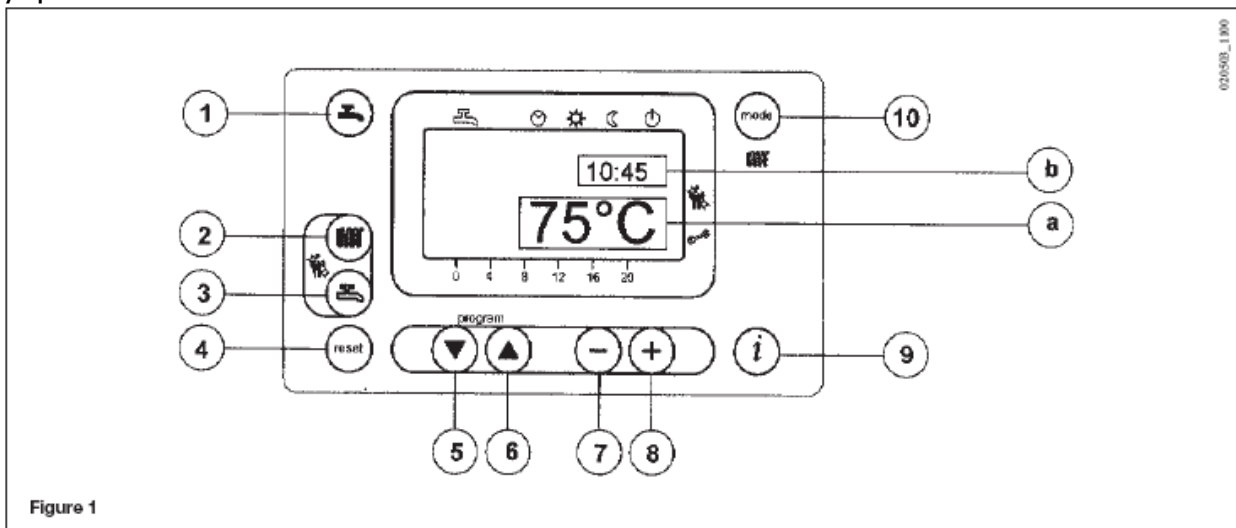

Рисунок 1
- Нажмите кнопку  (2 – рисунок 1), чтобы приступить к установке температуры центрального отопления;
- нажмите любую из кнопок  или  (1 или 10 – рисунок 1), чтобы сохранить результат и вернуться в главное меню.
Примечание – При подключенном датчике наружной температуры кнопку  (2 – рисунок 1) можно использовать для смещения кривой центрального отопления. Чтобы уменьшить или увеличить комнатную температуру в отапливаемых помещениях, нажимайте кнопки  или .
- Нажмите кнопку  (3 – рисунок 1), чтобы приступить к установке максимальной температуры горячего водоснабжения;